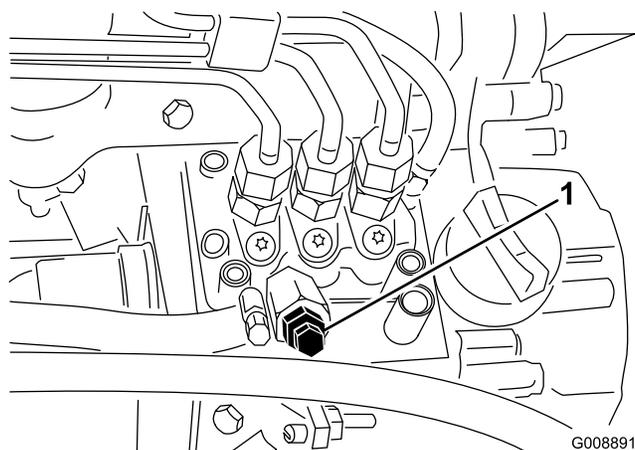

Bild 25
- Öffnen Sie die Entlüftungsschraube an der Kraftstoffeinspritzpumpe (Bild 25).